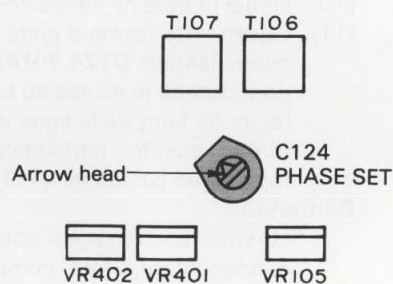

Fig. 4-12-2 Point de réglage du condensateur C124 PHASE SET TRIMMER
1. Lorsque le réglage est effectué avec le condensateur C124, comme représenté sur la Fig. 4-12-2, faire le réglage dans les limites de la zone large du trimmer. La tête fléchée représentée sur la Fig. 4-12-2 indique la zone en question.
- (5) Augmenter la sensibilité verticale de l'oscilloscope d'une valeur de 10 mV/div. et agir alternativement sur le condensateur C124 PHASE SET TRIMMER et sur le noyau T102 PHASE SET TRANSF. pour obtenir un niveau du bleu dans la partie la plus haute (le long de la ligne de base) ainsi qu'une forme d'onde parfaitement nette.
Lorsque les réglages sont effectués avec le condensateur **C124**, comme représenté sur la **Fig. 4-12-2**, faire le réglage dans les limites de la zone large du trimmer. La tête fléchée représentée sur la **Fig. 4-12-2** indique la zone en question.